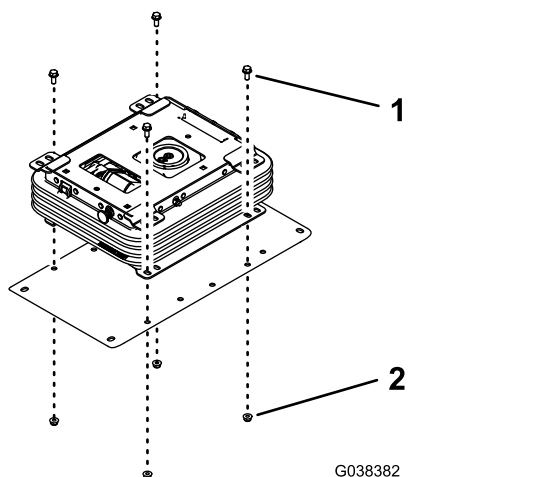

Figura 4
- Montate, senza serrarlo, il gruppo delle sospensioni sulla piastra di montaggio del sedile utilizzando 4 bulloni (5/16 x 3/4 poll.) e 4 dadi (5/16 poll.) come illustrato nella Figura 4.
3. Montate le staffe inferiori sulla base del sedile (Figura 4).